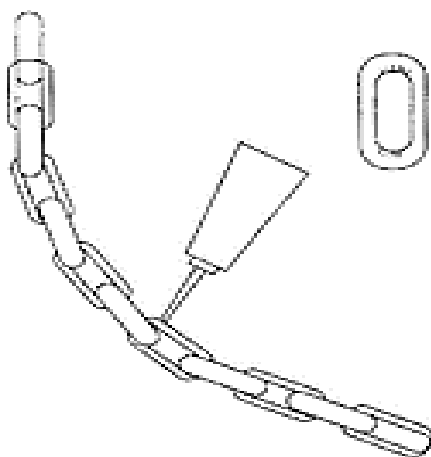

Рисунок 10. Смазка цепи
5. Смажьте каждое соединение и нагрузочный шкив. после смазки поднимите и опустите цепь без нагрузки, чтобы смазка распределилась равномерно (рис.10).